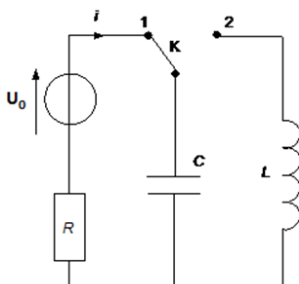
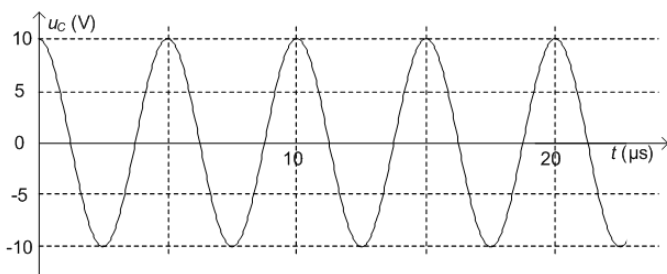

Figure 10
Figure 11. Courbe $u_c = f(t)$ pour le pneu testé
On réalise la décharge du condensateur initialement chargé sous une tension continue de 10 V à travers une bobine de résistance interne négligeable et d'inductance $L = 16$ mH comme indiquée sur la figure 10. L'évolution de la tension u_c aux bornes du condensateur en fonction du temps a été enregistrée à la fermeture de l'interrupteur en position 2, elle est représentée sur la figure 11 ci-dessous.
3. Utiliser la **figure 11** pour déterminer la valeur de T_0 . En déduire la valeur de la capacité notée C_2 du condensateur.